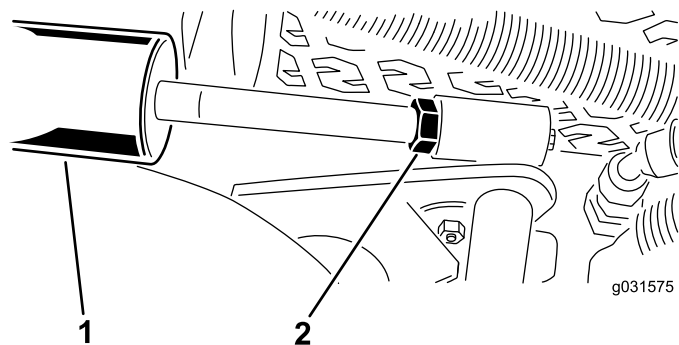

Figure 14
- A. Abaissez les unités de coupe et desserrez l'écrou de blocage sur le vérin (Figure 14).